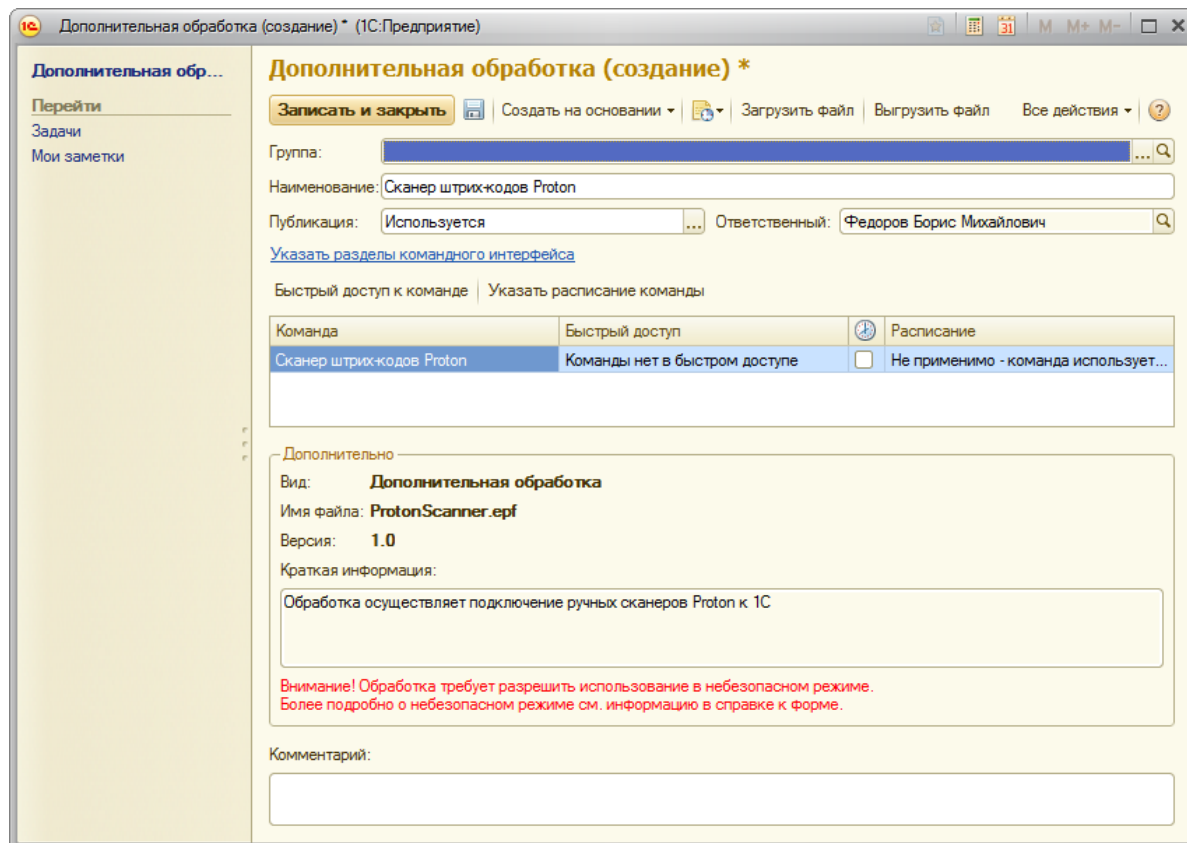

Рис.2 Окно создания новой дополнительной обработки
- 5) Откроется окно создания новой дополнительной обработки (рис. 2)
- 8) Сохранить установленные параметры кнопкой **Записать и закрыть** в окне создания дополнительной обработки (рис.2)